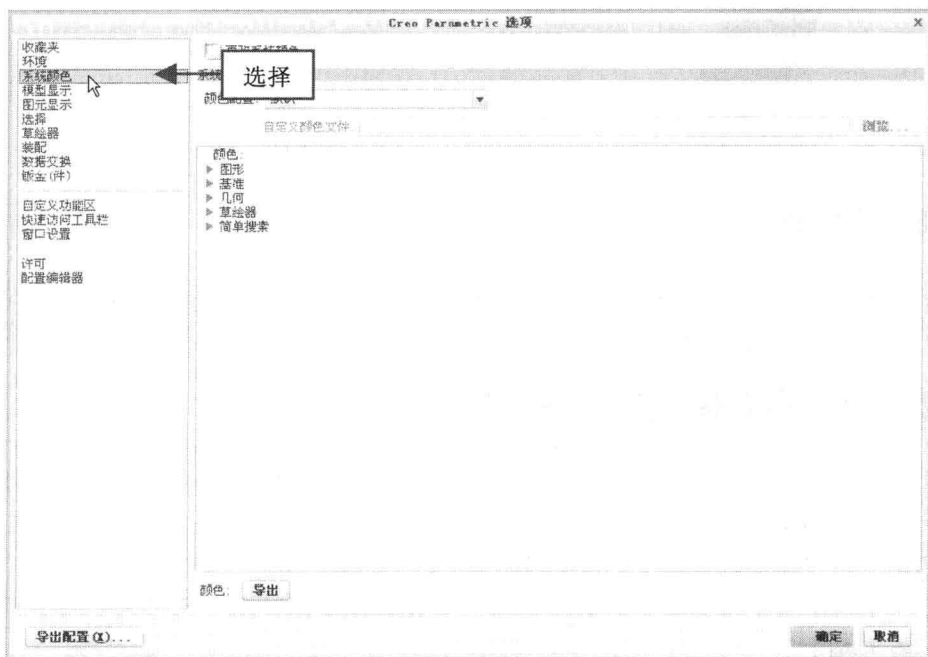

图 1-13 选择相应选项
步骤 (1) 单击快速访问工具栏中的【自定义快速访问工具栏】按钮，在弹出的【自定义快速访问工具栏】下拉面板中，选择【更多命令】选项，会弹出【Creo Parametric 选项】对话框，在左侧的选项区中选择【系统颜色】选项，如图 1-13 所示。